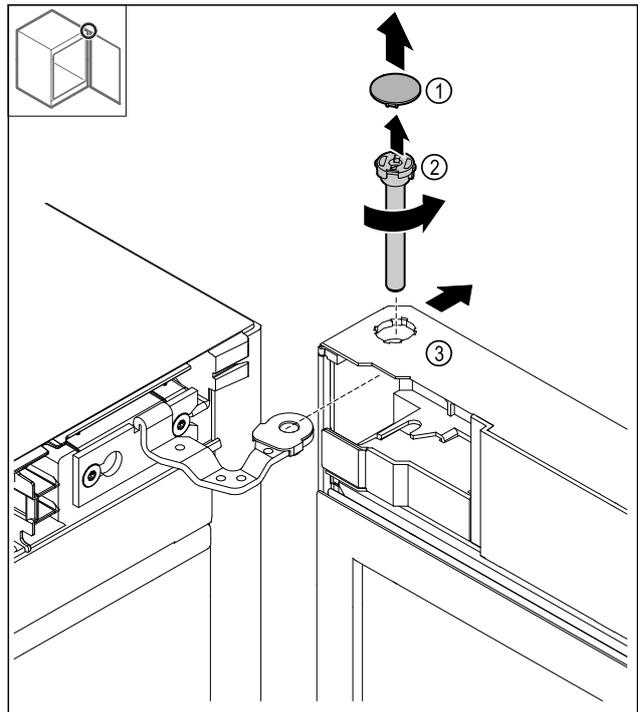

Fig. 19
- ▶ Nuimkite dengiamąją plokštelę Fig. 19 (1).
- ▶ Atlaisvinkite kaištį Fig. 19 (2) prieš laikrodžio rodyklę ir ištraukite.
- ▶ Šiek tiek paverskite duris Fig. 19 (3).